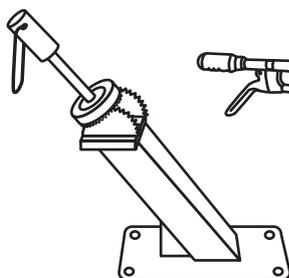

Рис. 8
- Смажьте резиновую прокладку трансмиссионным маслом установите стойку (Рис. 8) и зафиксируйте ее болтами.